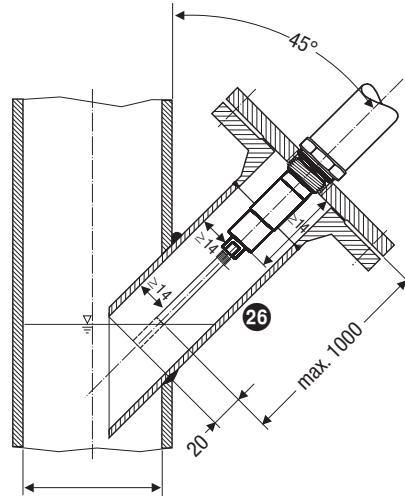

Fig. 17 Schuine inbouw bijv. in stijgende aanvoerdin-
- De hellingshoek van de elektrode mag maximaal 45° bedragen, de lengte van de elektrodestaaf is daarbij tot 1000 mm begrensd. **Fig. 17**